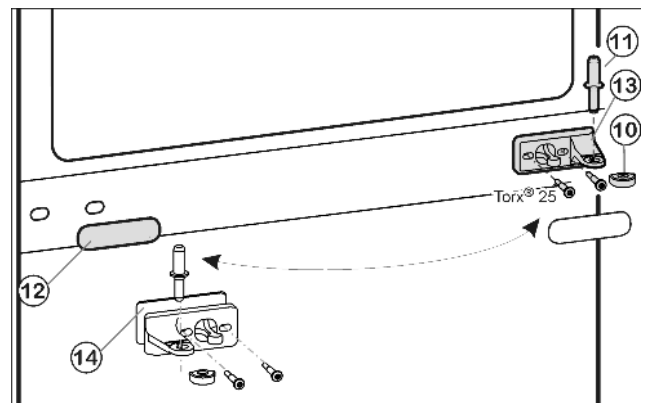
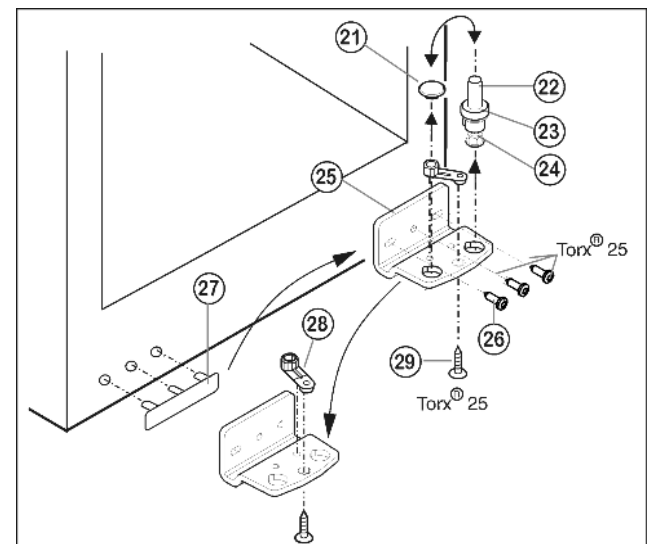

Fig. 9
Fig. 10
- ▶ Retirer le pivot central Fig. 9 (11) de sa charnière et de la porte inférieure.
- ▶ Retirer le capuchon en plastique Fig. 9 (10).
- ▶ Dévisser le support d'appui du milieu Fig. 9 (13) (2 Torx® 25).
- ▶ Retirer avec précaution le panneau-cache Fig. 9 (12).
- ▶ Visser le support d'appui du milieu Fig. 9 (13) avec le support pivoté Fig. 9 (14) de 180° sur le nouveau côté charnière (avec 4 Nm).
- ▶ Encliqueter de nouveau le panneau-cache Fig. 9 (12) tourné de 180° sur le nouveau côté poignée.
- ▶ Dévisser le pivot *Fig. 10 (22)* complètement avec le disque *Fig. 10 (23)* et le pied réglable *Fig. 10 (24)* vers le haut.
- ▶ Enlever le bouchon *Fig. 10 (21)*.
- ▶ Dévisser *Fig. 10 (26)* le support d'appui *Fig. 10 (25)*.
- ▶ Dévisser l'élément pivotant *Fig. 10 (28)* et le permuter dans le trou opposé du *Fig. 10 (29)* support d'appui.
- ▶ Soulever le cache côté poignée *Fig. 10 (27)* avec précaution et le positionner sur le côté opposé.
- ▶ Revisser à fond le support d'appui *Fig. 10 (25)* sur le nouveau côté charnière en utilisant une visseuse sans fil si nécessaire, avec un couple de serrage de **4 Nm**.
- ▶ Replacer le bouchon *Fig. 10 (21)* dans l'autre trou.
- ▶ Replacer le pivot *Fig. 10 (22)* complètement avec le disque et le pied réglable. Faire attention à ce que les ergots d'encliquetage soient tournés vers l'arrière.
- ▶ Placer la porte supérieure par le haut sur le pivot inférieur *Fig. 10 (22)*.
- ▶ Remettre le capuchon en plastique *Fig. 9 (10)* sur le support d'appui central *Fig. 9 (13)*.
- ▶ Placer le pivot du milieu *Fig. 9 (11)* sur le nouveau côté charnière à travers le support d'appui central *Fig. 9 (13)* dans la porte inférieure.
- ▶ Placer la porte supérieure sur le pivot du milieu *Fig. 9 (11)*.
- ▶ Aligner éventuellement les portes à la carrosserie grâce aux deux trous longitudinaux dans le support d'appui inférieur *Fig. 10 (25)* et le support d'appui central *Fig. 9 (13)*. Pour cela, dévisser la vis centrale du support d'appui inférieur *Fig. 10 (25)*.